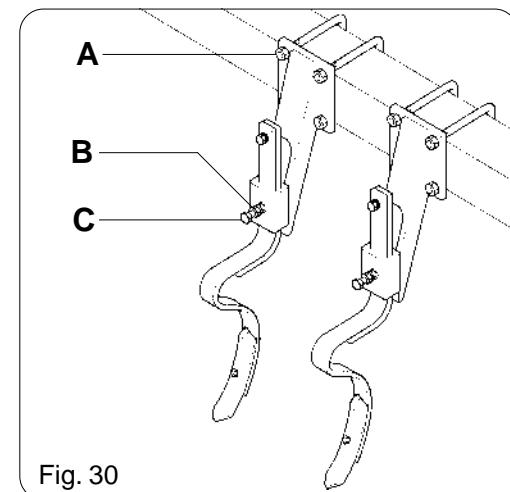

Fig. 30
Le zappette vanno posizionate sulla stessa linea dei pneumatici del trattore. Per regolare la posizione delle ancore rompitraccia svitare i dadi (A Fig. 30), posizionare le ancore e bloccare i dadi. Per regolare la profondità delle ancore, svitare il controdado (B) e la vite (C) Figura 30, dopo aver effettuato la regolazione bloccare la vite e il controdado.
To adjust the position of the trace-breaking teeth, unscrew the nuts (A, Fig. 30) position the teeth and lock the nuts. To adjust the depth of the trace-breaking teeth, unscrew the locknuts (B, Fig. 30) and the screw (C, Fig. 30 after having adjusted, tighten the screws and the locknuts.*
Die Messer werden auf der gleichen Linie der Schlepperreifen angeordnet. Um die Position der Anker zur Trassierung einzustellen, müssen die Muttern (Abb. 30) gelockert, die Anker neu positioniert und die Muttern. Um die Tiefe der Anker, abschrauben die Gegenmutter (B Abb. 30) und die Schraube (C Abb. 30). Nach erfolgter Einstellung werden sowohl die Schrauben, als auch die Gegenmutter wieder festgezogen.
Pour régler la position des ancrés brise-trace, dévisser les écrous (A Fig. 30), positionner les ancrés et bloquer les écrous. Pour régler la profondeur des ancrés, dévisser le contre-écrou (B Fig. 30) et la vis (C Fig. 30), après avoir effectué le réglage, serrer les vis et le contre-écrou.*
Las azadillas se tienen que colocar sobre la misma línea de los neumáticos del tractor. Para regular la posición de la púa romperastro, destornille los tornillos (A fig. 30), coloque la púa y bloquee las tuercas. Para regular la profundidad de la púa, destornille la contratuerca (B fig. 30) y el tornillo (C fig. 30), una vez efectuada la regulación bloquee los tornillos y la contratuerca.